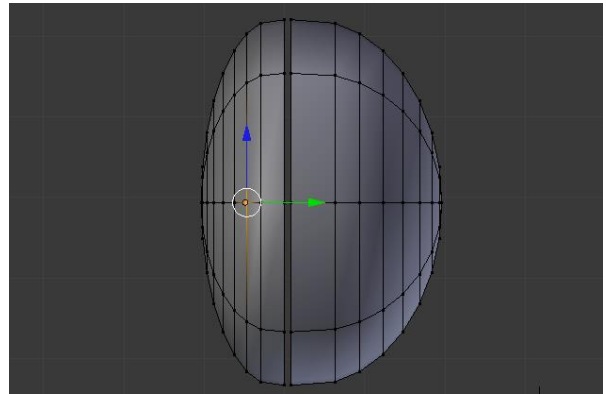

Figura 5.172
6. Rode a metade esquerda de  $180^\circ$  em xx e escale-a em yy, figura 5.172.